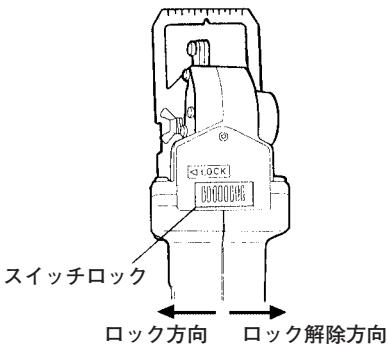

図 9
- 本機を運転するときは、まずスイッチロックを右に動かし、スイッチのロック状態を解除してください。(図9)
- 使用後は必ずスイッチをロック(LOCK)してください。(図9)